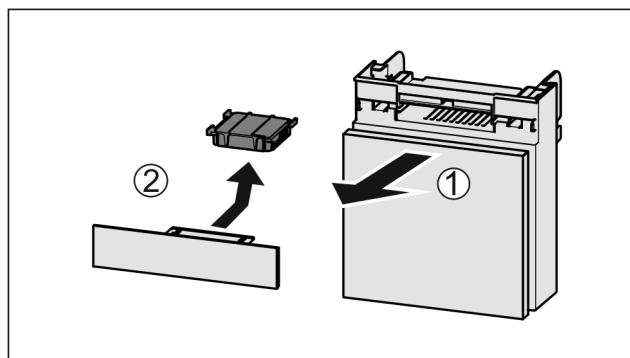

Fig. 56
- 向前拉出 Fig. 56 (1) 抽屉。
- 取出 Fig. 56 (2) 活性炭过滤器。